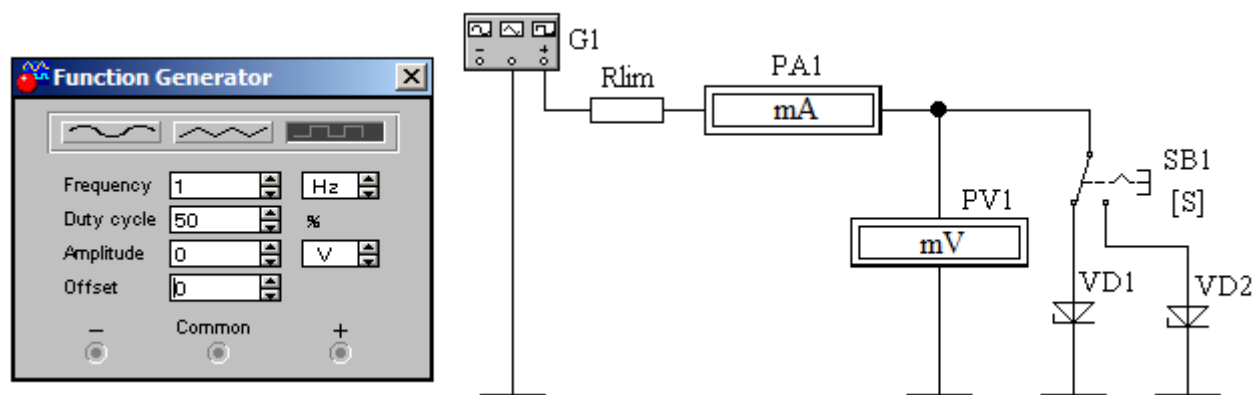

Figura 2 – Circuitul de ridicare a caracteristicilor curent-tensiune $I_{dir} = f(U_{dir})$
1.1 Accesați programul „*Electronics Workbench*”, care se află pe suprafața de lucru a calculatorului, prin clic dublu stânga pe iconița respectivă. Apoi deschideți mapa „*luc_lab_deme*” din discul „D”, intrați în mapa „*diode*” și deschideți fișierul „*diod_zen_01.ewb*”, pe ecran apare circuitul din figura 2. În circuit sunt utilizate: